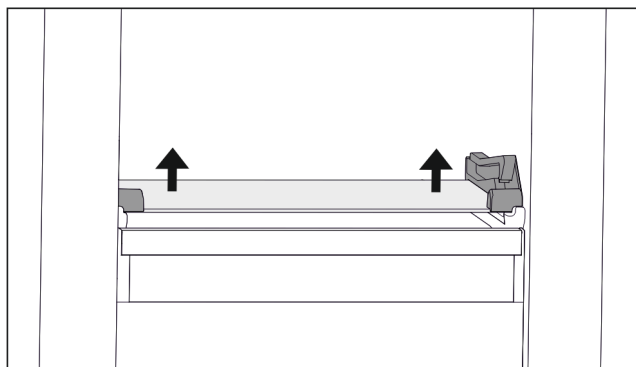

Fig. 108 Den nedklappelige skuffes glasplade
- ▶ Tryk glaspladen op nedefra i begge sider. (se Fig. 108)